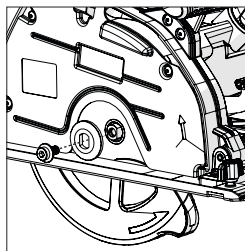

Abb. 5
- Entfernen und bewahren Sie die Blattschraube und den Außenflansch sicher auf. **(Abb.5)**